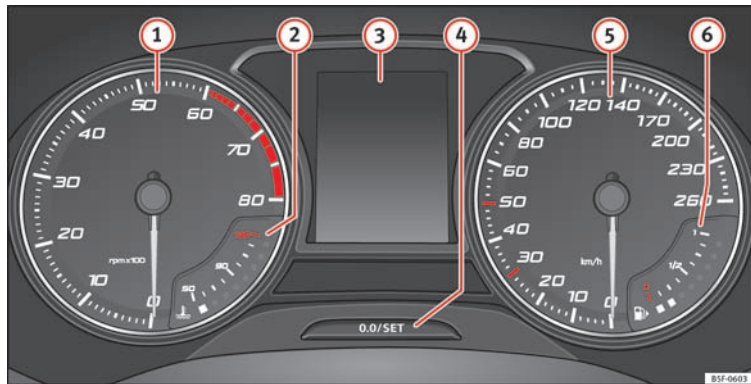

Fig. 109 Kombiinstrumentets display i instrumentpanelet
Supplerende informationer vedr. instrumenterne » Fig. 109:
Omdrejningstællernålen ① » » Fig. 109 må kun stå i det røde område et øjeblik, ellers er der risiko for motorskade.
Omdrejningstælleren viser motoromdrejningstallet pr. minut » » Fig. 109 ①.
I kombiinstrumentets display » » Fig. 109 ③ kan der alt efter bilens udstyr blive vist forskellige informationer, når tændingen tilsluttes:
- Tryk et kort øjeblik på knappen » » Fig. 109 ④ for at nulstille triptælleren.
- Hvis du trykker på knappen ④ og holder den inde i 3 sek., bliver den sidste værdi vist.
- Når klokkeslættet skal indstilles, skal du trykke knappen » » Fig. 109 ④ og holde den inde i mere end 3 sek. for at indstille timerne eller minutterne. » »
Tryk på knappen » **Fig. 109 4** i mere end 15 sek. for at få vist bilens motorbogstaver. I den forbindelse skal tændingen være tilsluttet, og motoren skal være standset.
Kølevæsketermometeret  » Fig. 109 virker kun, når tændingen er tilsluttet. For at undgå motorskader skal du overholde følgende anvisninger vedr. temperaturområderne.